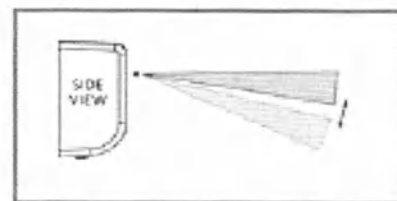

Рисунок 3-16. Поворот зеркала
4. Используйте кнопку **«Поворот призмы»**, как показано на рисунке 3-5 – Пульт дистанционного управления Micro+ для поворота проекции вверх или вниз так, чтобы она адекватно охватывала длину кушетки пациента (см. рисунок 3-16 – Поворот зеркала).